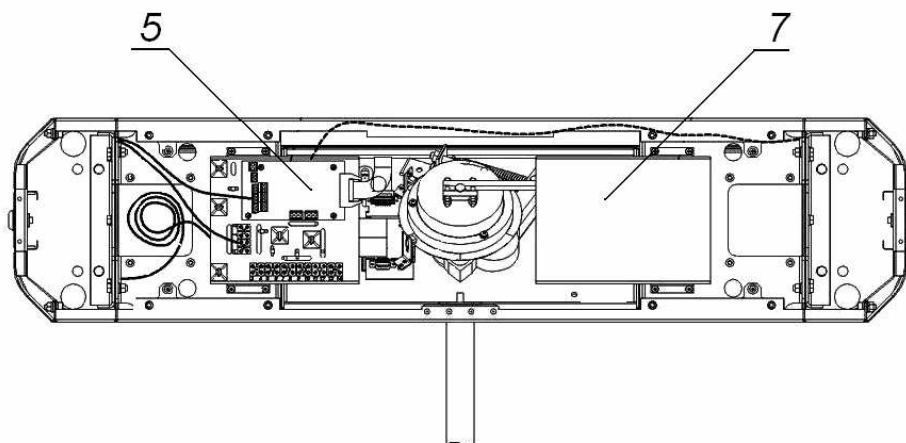
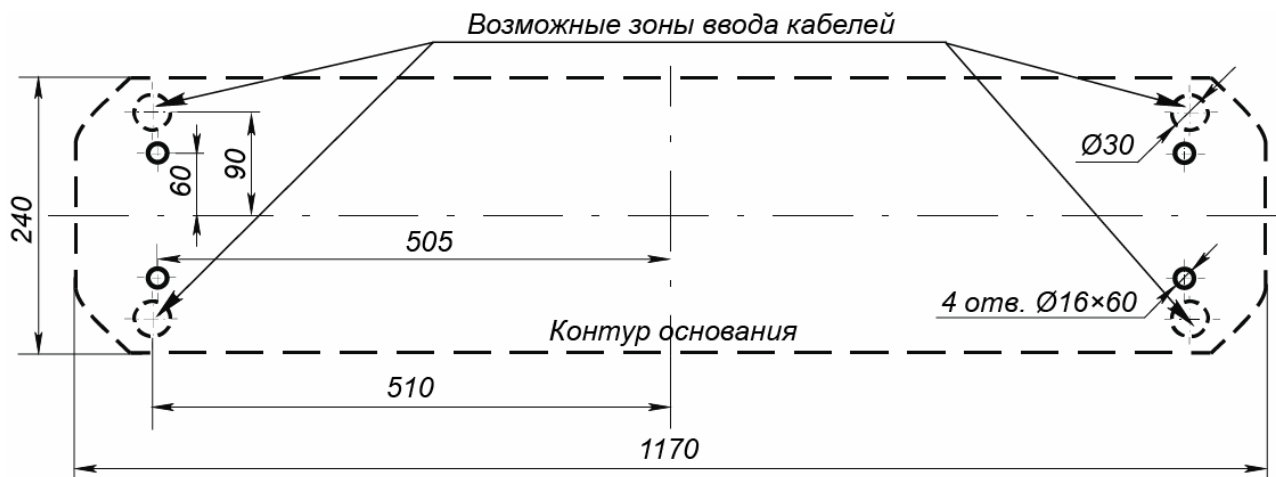

Рисунок 12. Схема прокладки кабелей в стойке турникета:
Рисунок 13. Схема разметки для установки стойки турникета
- 2 Подготовьте в полу отверстия под гильзы анкеров для крепления стойки турникета (см. рис. 13). При необходимости прокладки кабелей под поверхностью пола подготовьте в полу кабельный канал, подходящий к зоне ввода этих кабелей в стойку турникета. Установку и крепление стойки производите после прокладки всех кабелей в кабельном канале и внутри стойки. Прокладка кабелей внутри стойки показана на рис. 12.
- 4 Демонтируйте боковые заглушки стойки (10), открыв замки (11).
- 7 Снимите крышку турникета (3), открыв ключом замок (4, см. разд. 6).
Конструкцией турникета предусмотрена возможность установки платы контроллера СКУД внутрь корпуса турникета. Установка платы осуществляется на кронштейн (7, рис. 12). Максимальный допустимый размер устанавливаемой платы контроллера 160×150×35 мм.